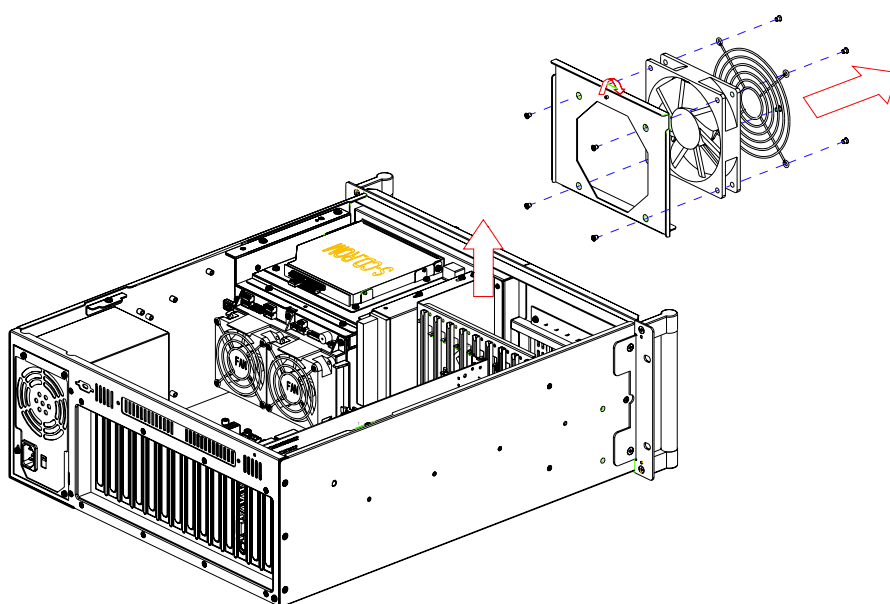

图 3.5: 更换冷却风扇
5. 用卸下的 8 个螺丝安装固定风扇网罩和风扇模块（如图 3.5 所示）。